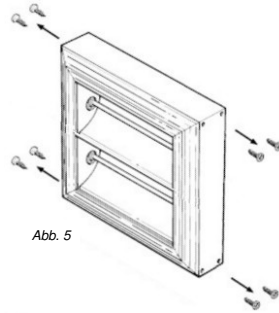

Abb. 5
3. Entfernen Sie die Schrauben von den Enden und Blenden neben der zu wechselnden Lampe (s. Abb. 5 zum besseren Verständnis)